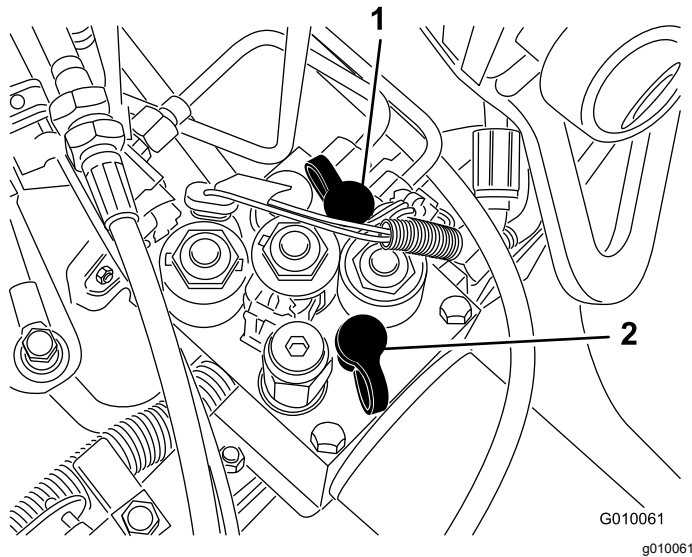

Figure 65
- La prise d'essai G2 (Figure 65) est utilisée dans le contrôle de la pression du circuit de charge.
- La prise d'essai G1 (Figure 65) est utilisée dans le contrôle de la pression du circuit de levage.